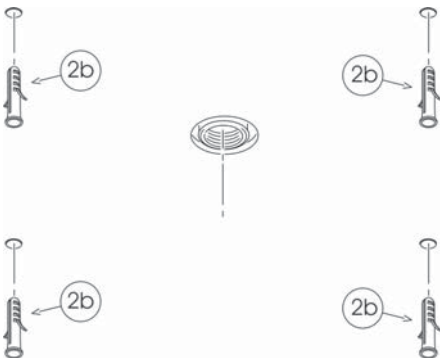
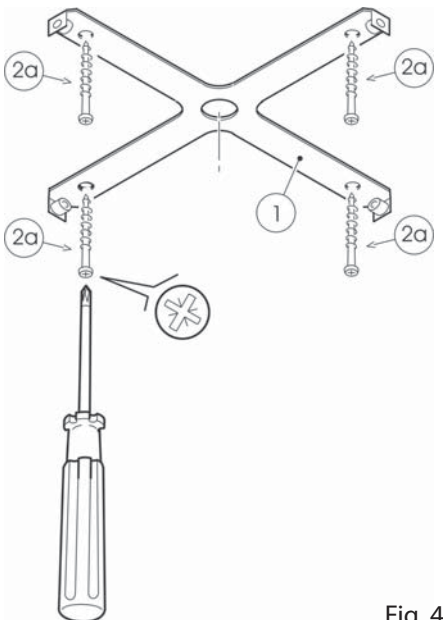

Fig. 3
Fig. 4
3) Mediante le viti 2a (fig. 3) , fissare il supporto a soffitto (fig.4).
- 3) Using screws 2a (fig. 3), fix the support to the ceiling (fig.4).
3) Mit Hilfe der Schrauben 2a (Abb. 3) die Halterung an der Decke befestigen (Abb. 4).
- 3) A l'aide des vis (2a) (fig. 3), fixer le support au plafond (fig. 4).